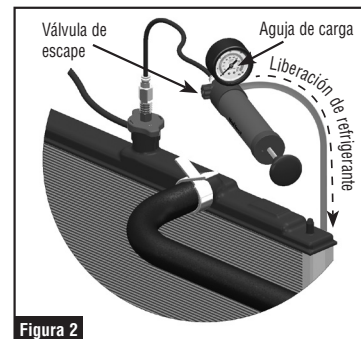

Figura 2
4. Examine la información de servicio del vehículo y la tapa del radiador para determinar la presión correcta del sistema. Bomba el mango del probador de presión hasta que la aguja del medidor indique la presión nominal del sistema. Ver figura 2.